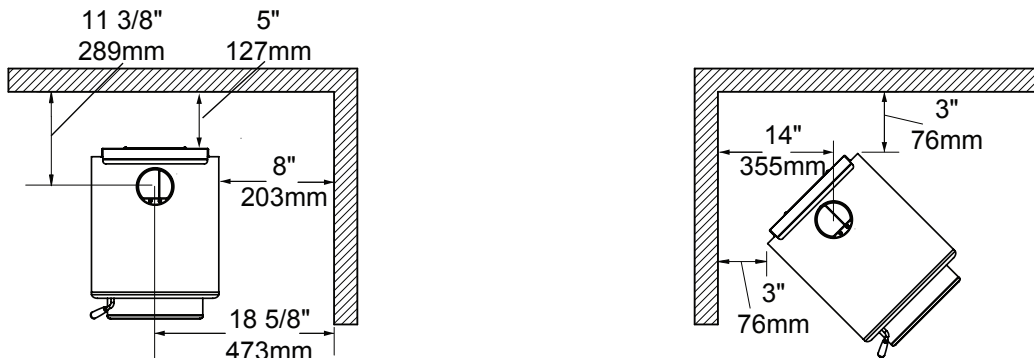

Figure 7: TN20 Fr Mobile home clearances.ai
1. Placer le matériau de protection du plancher et le poêle (avec un trou pour l'air de combustion si nécessaire) selon les dégagements spécifiés sur la plaque signalétique ou la figure 7 à la page 16.